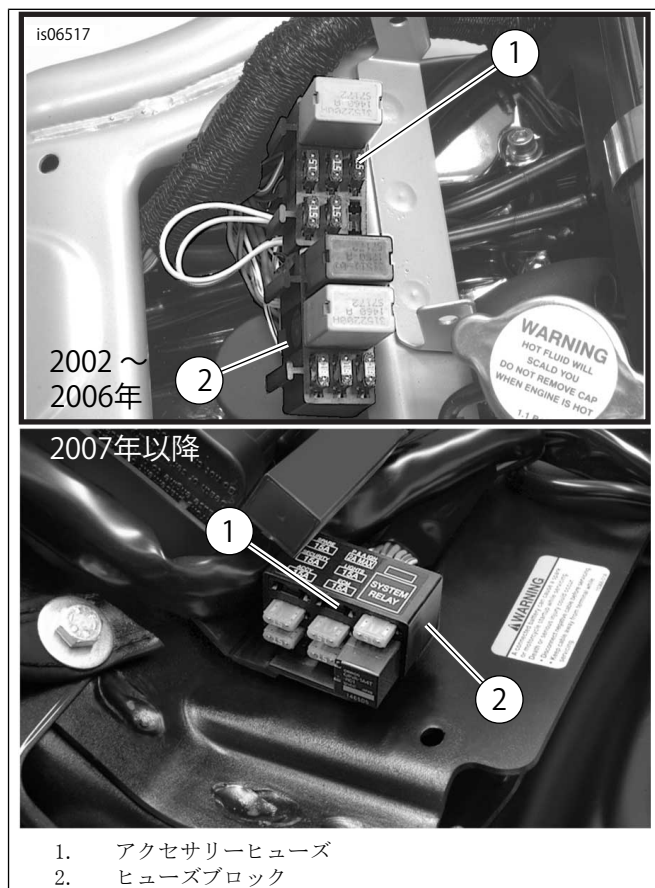

図15. アクセサリヒューズの位置(V-Rodモデル)
1. 「図15」を参照してください。手が届く箇所、ヒューズブロック(2)近くのメインハーネススラップのエリアを注意して切り開きます。ヒューズキャビティー(1)に接続するオレンジ/白色メインハーネスワイヤーを切断します。